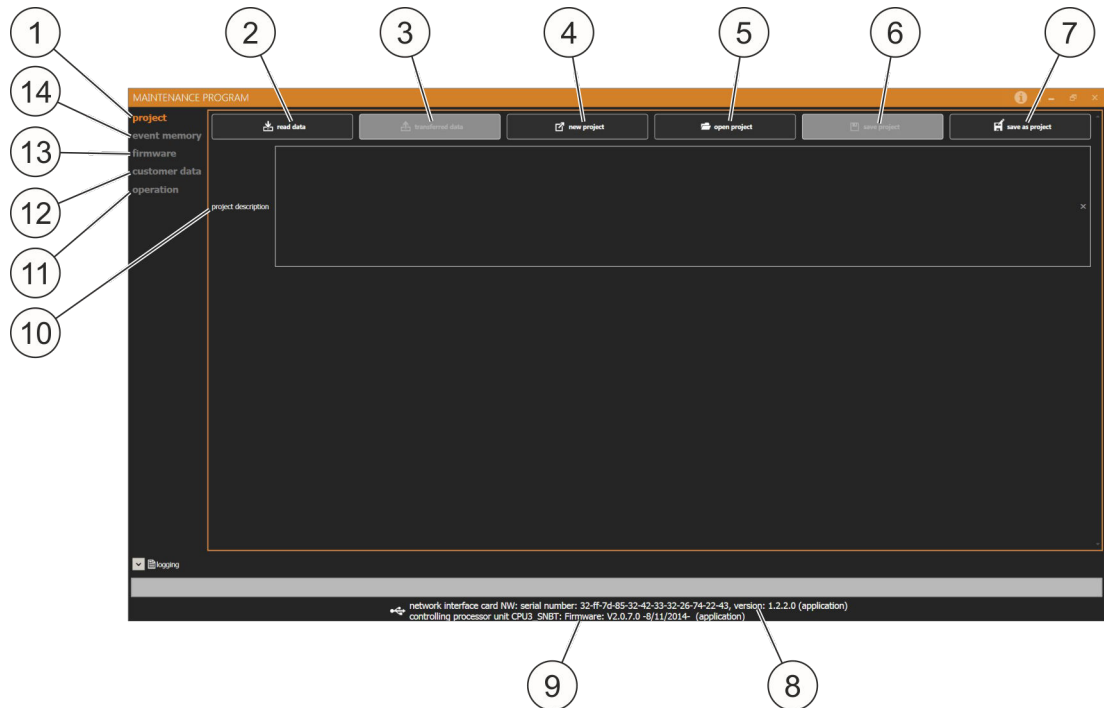

Fig. 67: Pagina iniziale del programma di manutenzione
- Progetto (Fig. 67/1) ↪ *Capitolo 9.3 “Progetto” a pag. 88*
- Lettura dati (Fig. 67/2) (profilato in grigio se non è collegato alcun sistema)
- Trasmissione dati (Fig. 67/3) (profilato in grigio se non è ancora stato letto alcun dato)
- Nuovo progetto (Fig. 67/4)
- Apri progetto (Fig. 67/5)
- Salva progetto (Fig. 67/6) (profilato in grigio se prima non è stato aperto alcun progetto)
- Salva progetto con nome (Fig. 67/7)
- Memoria eventi (Fig. 67/14) ↪ *Capitolo 9.4 “Memoria eventi” a pag. 89*
- Firmware (Fig. 67/13) ↪ *Capitolo 9.5 “Firmware” a pag. 89*
- Dati utilizzatore (Fig. 67/12) ↪ *Capitolo 9.6 “Dati dell'utilizzatore” a pag. 89*
- Uso (Fig. 67/11) ↪ *Capitolo 9.7 “Uso” a pag. 91*
- Numero di serie della scheda di rete, numero versione della scheda di rete (Fig. 67/8)
- Versione firmware (Fig. 67/9)
- In Descrizione progetto (Fig. 67/10) è possibile descrivere il progetto. Questa descrizione viene salvata nel **PC** con il progetto in "Salva progetto con nome" o in "Salva progetto" con i dati. La descrizione del progetto non viene né trasmessa al sistema (EFD III) né salvata nel sistema. Dopo la lettura dei dati di un sistema, la descrizione del progetto non è disponibile.